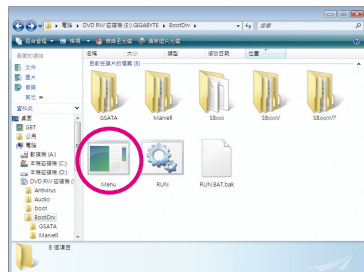
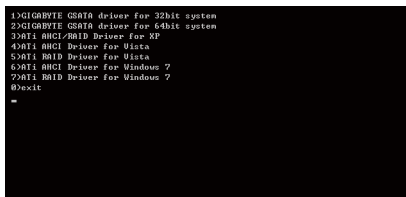

图2
图3
- 2: 进入光盘中「BootDrv」文件夹, 双击「Menu.exe」文件(图2)后会出现「命令提示字符」画面, 内含如图3的控制器选单。
以图3的选单为例, 若要安装Windows XP操作系统, 请选择「3) ATi AHCI/RAID Driver for XP」。